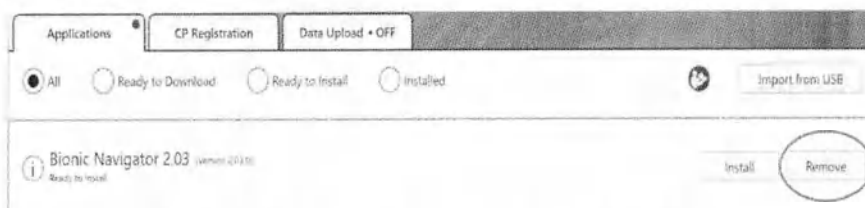

Рисунок 19. Удаление программного обеспечения
9. После деинсталляции программное обеспечение можно полностью удалить с КП. Для этого нажмите кнопку **Remove** (Удалить) рядом с названием ПО (Рисунок 19).